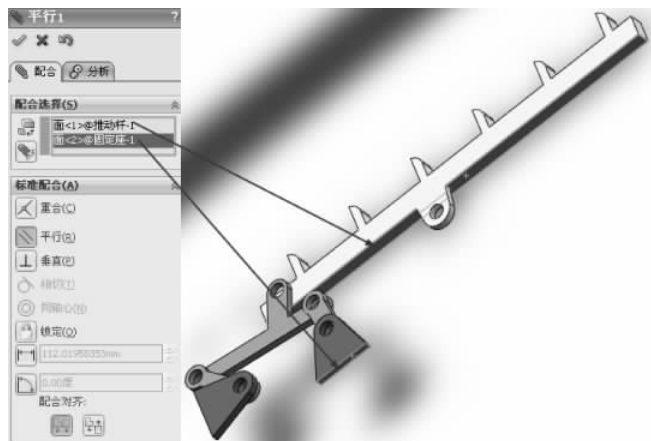

图 3-221 平行配合
(10) 继续进行配合约束, 选择【标准配合】选项组下的【平行】配合类型 , 在【要配合的实体】选择框  中选择如图 3-221 所示的面, 其他保持默认, 单击【确定】按钮 , 完成平行配合。